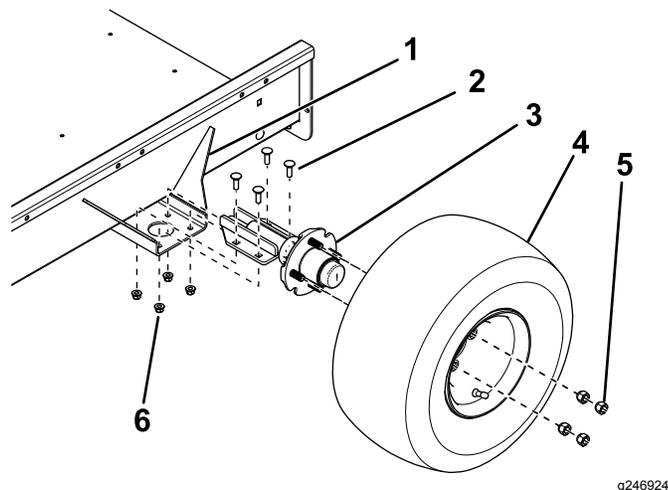

Figura 1
1. Utilizzando i 4 bulloni a testa tonda e i 4 dadi di bloccaggio, montate un assale sul lato superiore delle staffe di montaggio su ciascun lato del pianale del rimorchio, come illustrato nella Figura 1.
2. Montate un gruppo ruote su ciascun mozzo dell'assale con 4 dadi a staffa (Figura 1) e serrate i dadi a 108,5 N·m.
meno rispetto alla distanza posteriore da centro a centro (Figura 1).